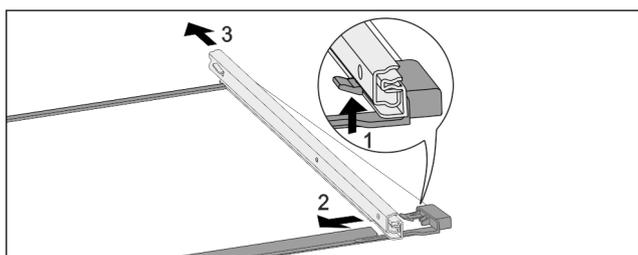

Fig. 107 Placa de vidrio con guías
- ▶ Presione hacia arriba el gancho de retención delantero. Fig. 107 (1)
- ▶ Retire la guía extraíble hacia un lado Fig. 107 (2) y hacia atrás Fig. 107 (3).